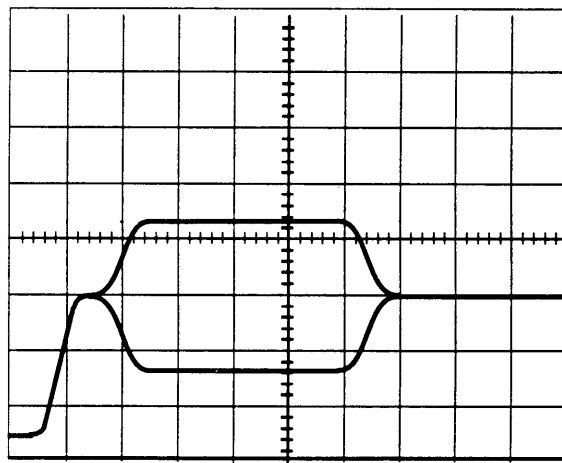

figure 18
- Abaisser encore le coefficient de balayage (18) à 0.5 µs/div. Le burst apparaît maintenant sur la totalité de l'écran et peut être examiné en détail (figure 18). Noter que la position de début de balayage reste inchangée par rapport au signal. Elle peut être encore affinée en ajustant la commande DELAY (25).